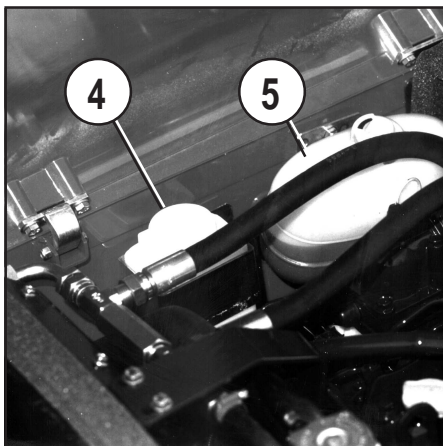

Fig. 9
- Beholder til sprinklervæske (4 fig. 9).
- Anbragt forrest i motorrummet (4 fig. 9).